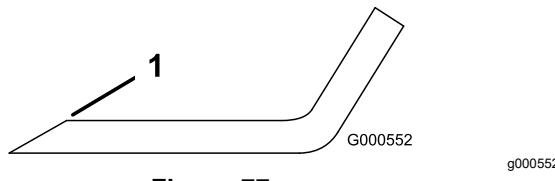

Figura 77
1. Utilice una lima para afilar el filo de corte en ambos extremos de la cuchilla (Figura 77).
**Nota:** Si la cuchilla no está equilibrada, rebaje algo el metal en la parte de la vela solamente con una lima (Figura 77).